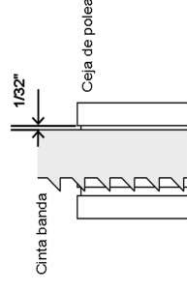

FIG. 3
d) Gire la polea superior (2) a favor de las manecillas del reloj, 2 ó 3 revoluciones con su mano "**haga esto con mucho cuidado**", **para verificar que todo esta correcto.**
e) Asegúrese que la cinta sierra esté bien alineada (separación de 1/32" entre ceja de polea y cinta sierra) fig. 3.
3.- Asegúrese de que las poleas (2 & 19), y la cinta sierra (5), se muevan libres de cualquier objeto.